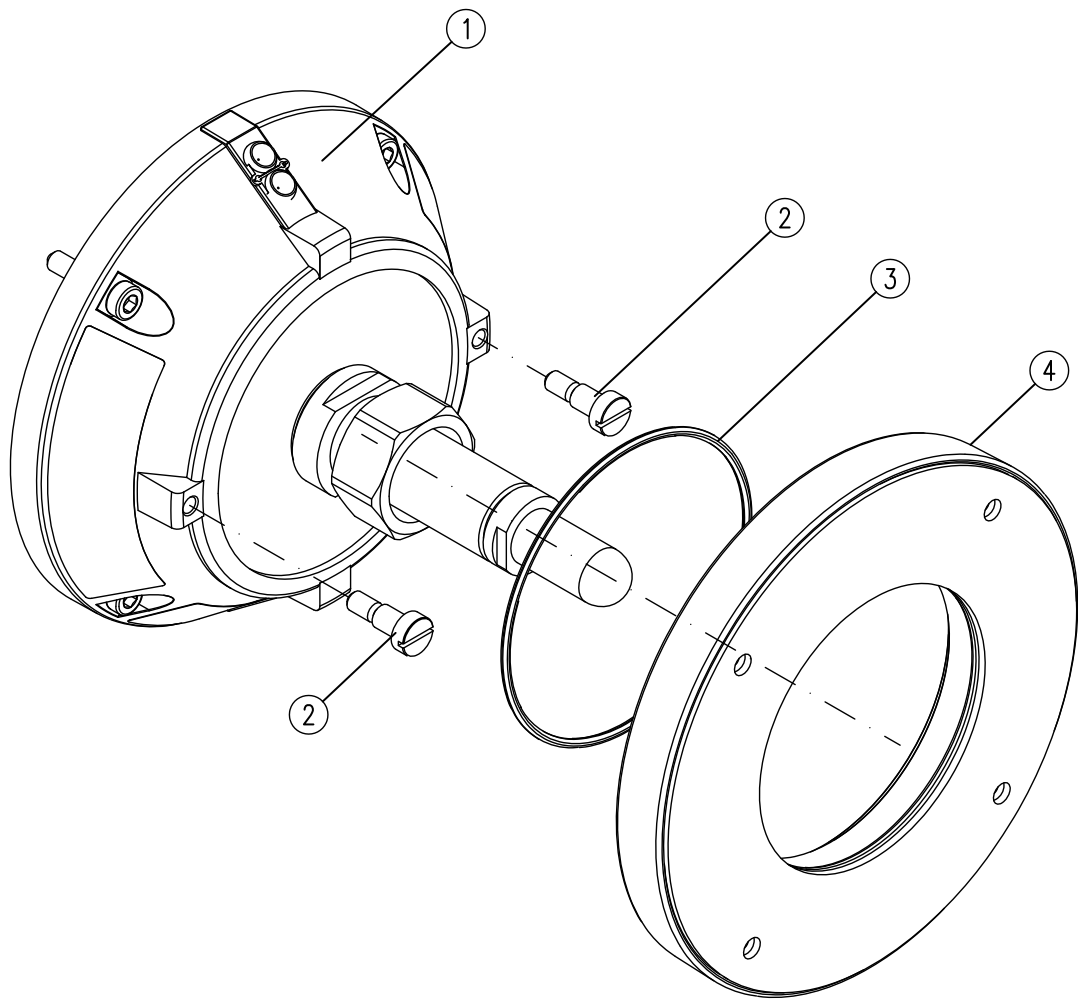

Abb. 29: WMX5000 Konsolenmontage
9. ► Hohe Dichtigkeitsanforderungen: Beiliegenden O-Ring (Abb. 29/3) in die Nut der Konsole einsetzen.
11. ► Schrauben M5 (Abb. 29/2) im Melder um ca. eine Umdrehung lösen, Melder erneut auf die Konsole setzen und mit dem Bajonettverschluss arretieren.